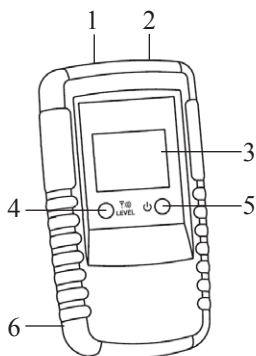

Рис. 2
Подключите к гнезду передатчика (с помощью поставляемых в комплекте проводов и зажимов) один проводник. В этом режиме передатчик питается от батареи. Благодаря генерируемому передатчиком высокочастотному сигналу может быть трассирован один проводник. Заземлите второй вывод передатчика (гнездо «СОМ» рис. 2). Типичным примером заземления может быть заземлённая розетка. Глубина трассировки в данном режиме составляет от 0 до 2 метров.
- Подключите передатчик в соответствии с рисунком 9. Провод, подключённый к гнезду «COM» (см. рис. 2), должен быть заземлён.
- b. Подключите передатчик в соответствии с рисунком 10. Провод, подключённый к гнезду «СОМ» (см. рис. 2), а также все неисследуемые проводники кабеля должны быть заземлены.⁴